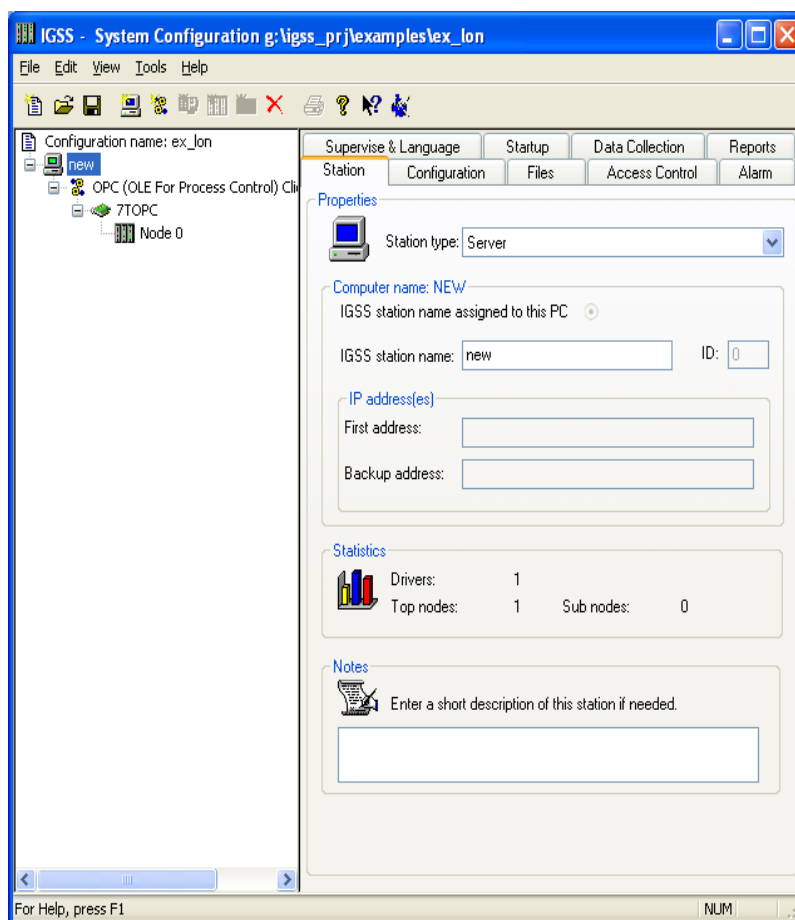

Рис. 2. — Модуль System Configuration
- 1 Создадим новую конфигурацию в IGSS в модуле System Configuration (рис. 2).
- 2 Следующими действиями являются создание **новой станции** и подключение **драйвера OPC-клиента** (*OPC (OLE For Process Control) Client side driver*). Далее автоматически создается интерфейс 7TOPC и нулевой узел (Node 0). Результат наших действий показан на рис. 2.